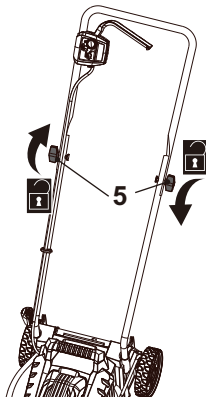

Fig. 14
1. Desserrez les pommeaux (5) en les tournant dans le sens anti-horaire mais ne les retirez pas (Fig. 14, étape 1).